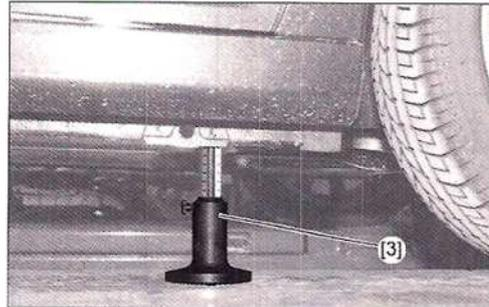

FIG. 62
- Colocar el compresor de suspensión [1] escogiendo la muesca (A) mejor adaptada que permita tirar de las cinchas lo más verticalmente posible.
- Comprobar la altura del. (H1) con ayuda del útil [3] (Fig.62), y compararla con la tabla de medición (ver "Características").